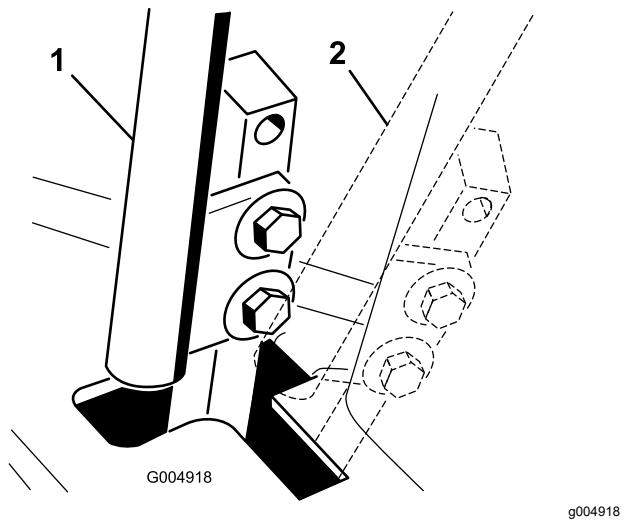

Figure 89
4. Placez le levier de commande au POINT MORT, **sans le verrouiller** (Figure 89).
6. Vérifiez la position du levier par rapport au cran de la console (Figure 89).